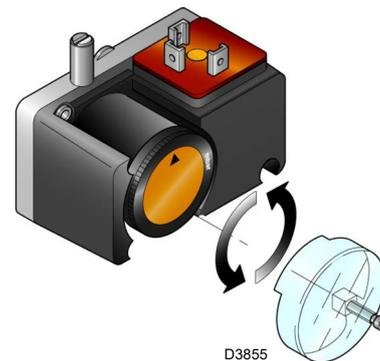

Fig. 33
- Regular el presostato gas de mínima (Fig. 33 a pág. 36) en el inicio de la escala.
Realizar el ajuste del presostato gas de mínima (Fig. 33) después de ajustar el quemador, las válvulas de gas y el estabilizador de la rampa.